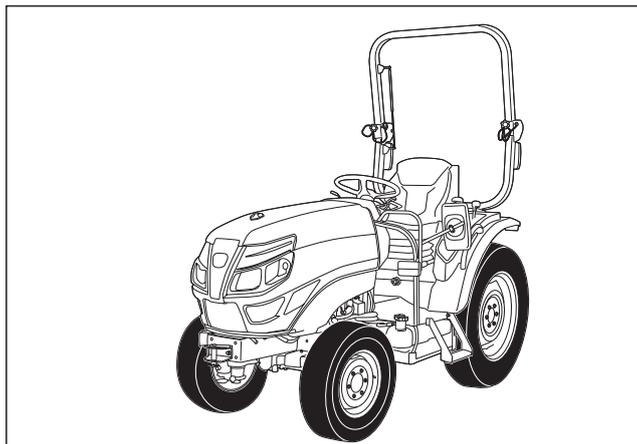

FIG. 147
FIGS. 147 & 148: Para abrir el capó, utilice la herramienta (1) que se adjunta junto con la llave del motor. Hay un agujero a la izquierda bajo la parte del capó. Introduzca la herramienta específica en este orificio y tire de ella hacia abajo. A continuación, levante la parte delantera del capó. El capó se queda abierto automáticamente.